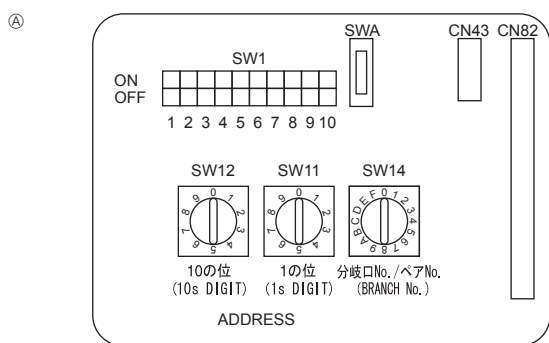

Fig. 6-4
6.5. Définition des adresses (Fig. 6-4)